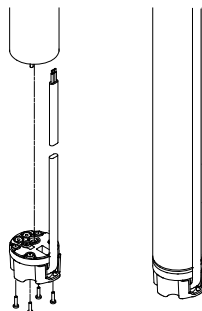

Рис. 15 Вставка штекера в разъем электродвигателя
4. Вставьте штекер в разъем электродвигателя. Штекер не должен быть установлен неправильно (см. рис. 15).
5. Установите и затяните четыре винта (1 – 1,5 Нм) (см. рис. 15).